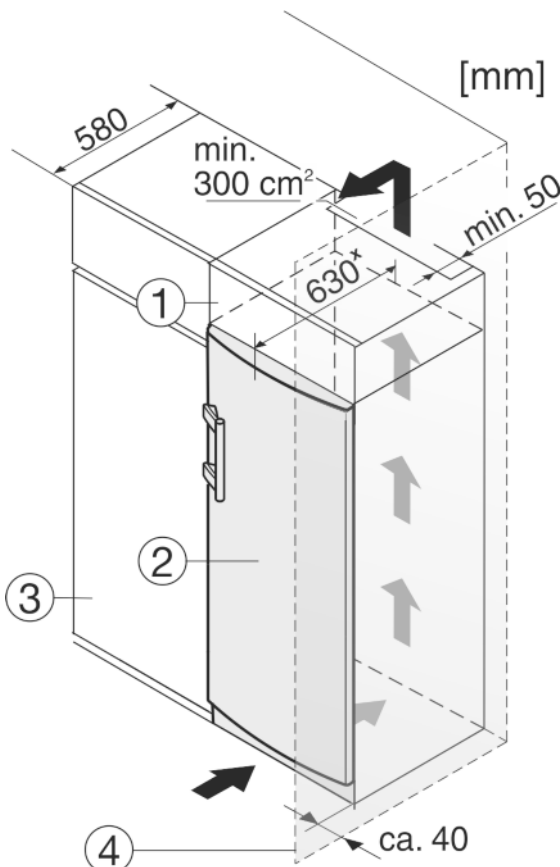

Fig. 11
Zařízení lze zabudovat do vybavení kuchyně. K vyrovnání přístroje Fig. 11 (2) na výšku kuchyňské linky lze na přístroj nasadit odpovídající nástavec Fig. 11 (1).
Při montáži do kuchyňských skříní (hloubka max. 580 mm) lze přístroj instalovat hned vedle kuchyňské skříně Fig. 11 (3). Přístroj přesahuje přední stěnu kuchyňské skříně na stranách o 34 mm\* a uprostřed o 50 mm\*.
Když se přístroj instaluje závěsy vedle stěny Fig. 11 (4), musí být vzdálenost přístroje od stěny alespoň 40 mm. To odpovídá přesahu madla při otevřených dveřích.